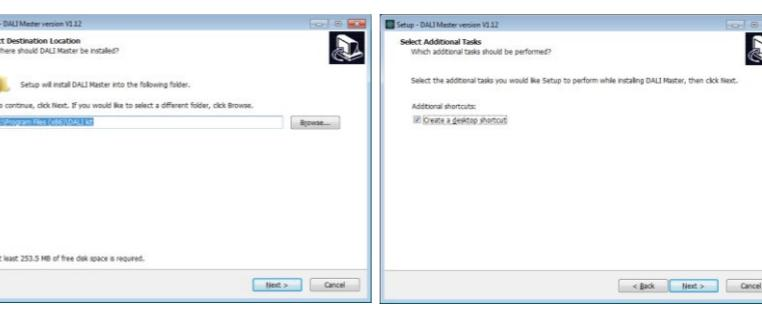

Figura 3 Caminho de instalação
Passo 3: Selecione o caminho de instalação, conforme mostrado na Figura 3.
Pasul 3: Selectați calea de instalare așa cum se arată în Figura 3.